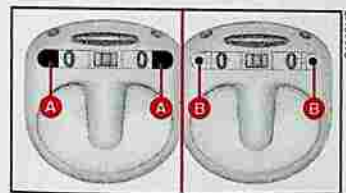

fig. 25
1) Enlever les capuchons en plastique A-fig. 25.